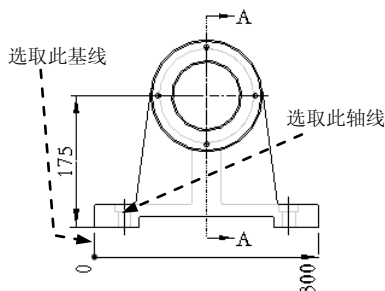
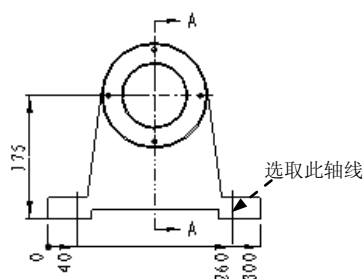

图 5.9.40 选取基线 (一)
图 5.9.41 选取基线 (二)
Step3. 手动创建纵坐标尺寸。选择 **注释** $\rightarrow$ **二** 命令, 此时系统弹出 **ATTACH TYPE (依附类型)** 菜单; 在系统 **在几何上选取以创建基线, 或选取纵坐标尺寸 以使用现有的基线。** 的提示下, 选取图 5.9.40 所示的基线; 在 **ATTACH TYPE (依附类型)** 菜单中选择 **On Entity (图元上)** 命令, 选取图 5.9.40 所示的轴线, 并在任意位置单击中键, 此时在视图中显示尺寸“40”; 在 **ATTACH TYPE (依附类型)** 菜单中选择 **On Entity (图元上)** 命令, 选取图 5.9.41 所示的轴线, 并在任意位置单击中键, 此时在视图中显示尺寸“260”; 单击“选取”对话框中的 **确定** 按钮 (或单击中键)。